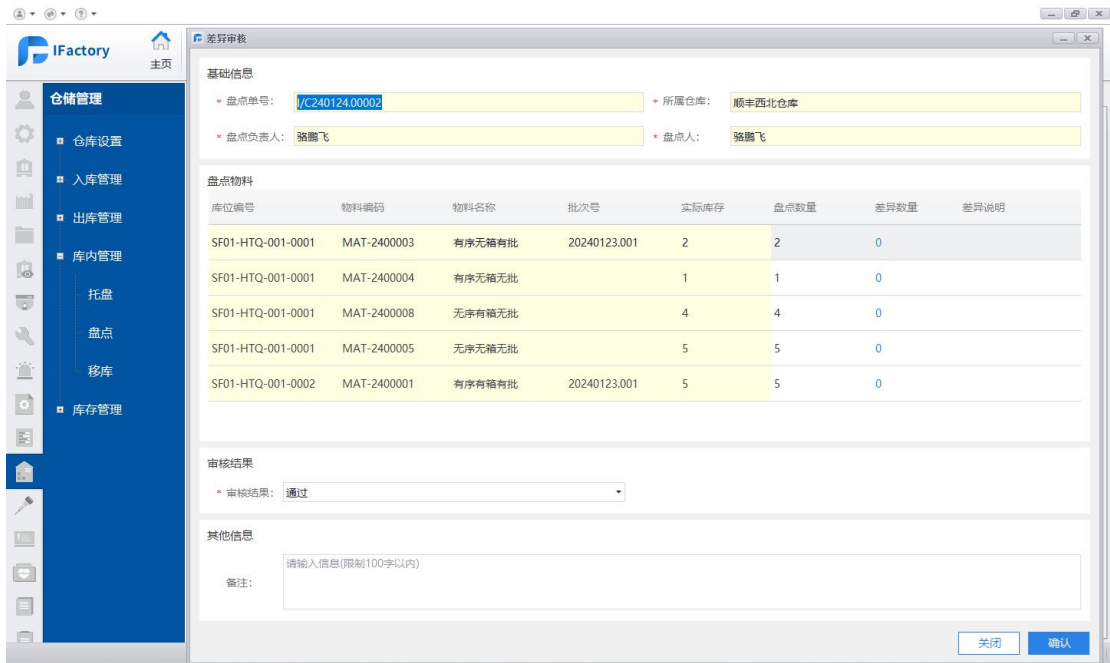

图 2-12-15-5 差异审核
- (1) 页面展示内容与盘点页面大体一致。
- (2) 不同点：显示审核结果。
- 差异审核：点击差异审核图标，用户可对当前选择盘点数据进行审核是否通过操作，如图 2-12-15-5 所示。